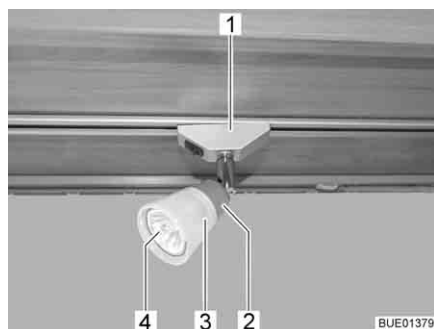

Bild 217 Halogenspotlight (förskjutningsbar)
- Vrid halogenspotlighten (Bild 217,1) 90° och ta av den från skenan.
- Vrid lampskärmen (Bild 217,3) moturs.
- Dra försiktigt av lampskärmen med halogenglödlampan (Bild 217,4) från sockeln (Bild 217,2).